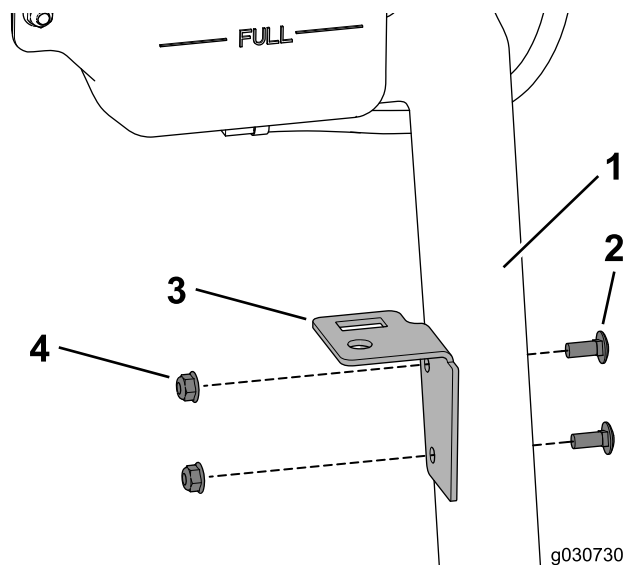

图31
1. 用 2 个托架螺栓和锁紧螺母将水箱面板固定到冷却液瓶支架上（图31）